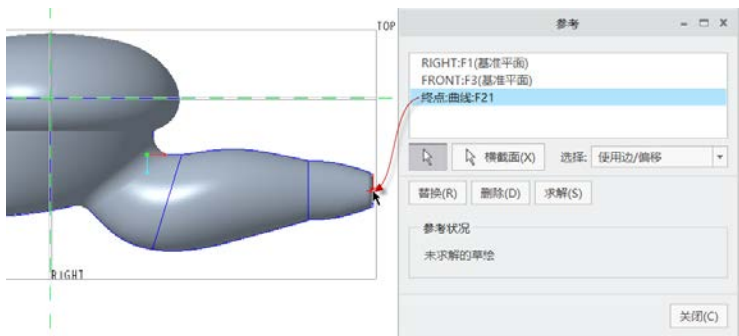

图 13-148 设置绘图参照
- 3 单击“参考”按钮，打开“参考”对话框，新添加图 13-148 所示的点作为绘图参照，然后单击“参考”对话框中的“关闭”按钮。